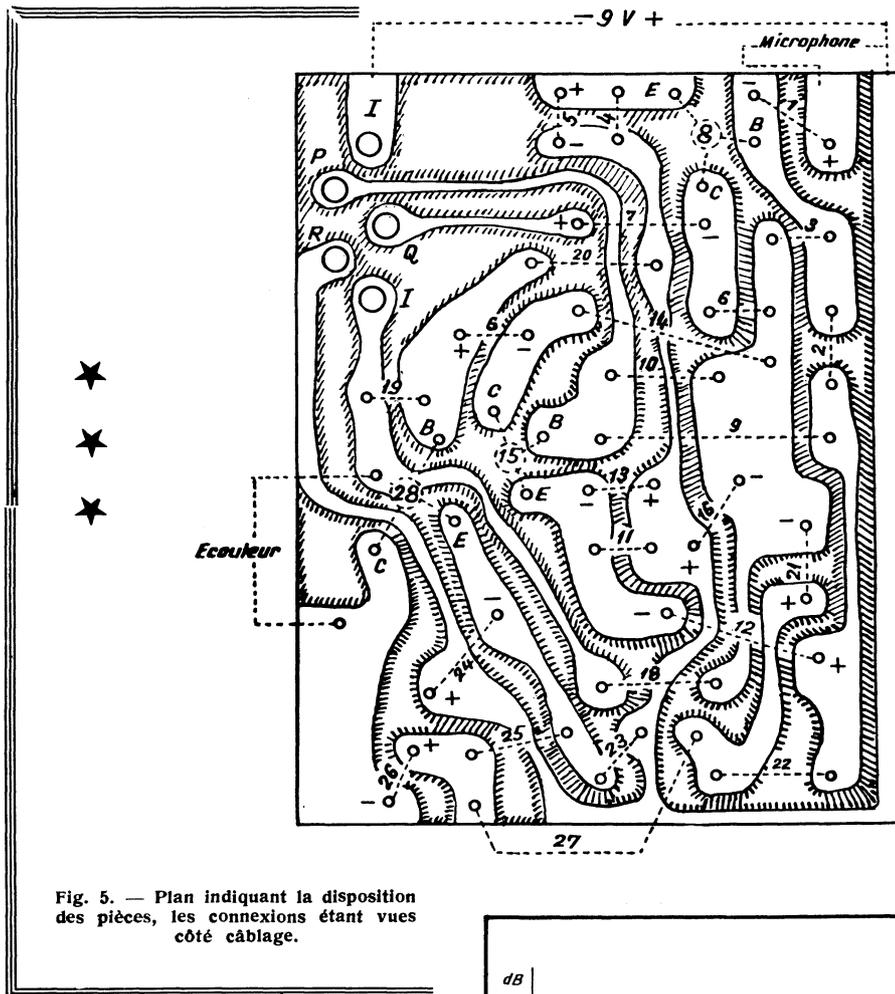

Fig. 5. — Plan indiquant la disposition des pièces, les connexions étant vues côté câblage.
risation variable de base. Les éléments du schéma de la figure 1 étant numérotés en vue de leur transposition ultérieure en montage « imprimé » (fig. 5), nous utiliserons cette nomenclature pour dire que le redressement du signal alternatif de sortie est effectué par la diode (25), travaillant en détection parallèle. Le potentiel de référence de cette diode n'est pas celui du pôle positif de l'alimentation, mais celui de l'émetteur du dernier transistor, qui se trouve légèrement négatif par rapport au premier. On obtient ainsi un réglage *différé*, c'est-à-dire que les signaux faibles sont amplifiés sans atténuation, le réglage automatique n'agissant qu'à partir d'un certain niveau. Ce niveau correspond à l'endroit où la courbe de sensibilité de la figure 2 commence à
Dans la figure 5, le « plan de câblage » correspondant au schéma de la figure 1 a été représenté vu du côté des connexions. Le dessin des « îlots » de cuivre représentant les connexions est donc vu « de face ». Les divers éléments du montage sont simplement indiqués par des traits en pointillé qui portent les numéros qu'on retrouve dans le schéma de la figure 1. Le cas échéant, la polarité des condensateurs électrochimiques est indiquée par les signes + ou -, les connexions des transistors étant repérées par les lettres B (base), E (émetteur) et C (collecteur), et celles du potentiomètre par P, Q, R. Ce dernier est un modèle fabriqué par Matéra, du type bouton. De semblables potentiomètres existent également chez SIAC, mais la disposition des connexions est différente de celle indiquée
dans la figure 5. C'est, d'ailleurs, de chez SIAC — maison spécialisée dans le matériel électro-acoustique — que proviennent le microphone et l'écouteur utilisés pour cette maquette et visibles sur l'une des photos illustrant cet article. Comme cela a été indiqué dans le schéma de la figure 1, l'impédance est de 1 000  $\Omega$  pour ces deux éléments.